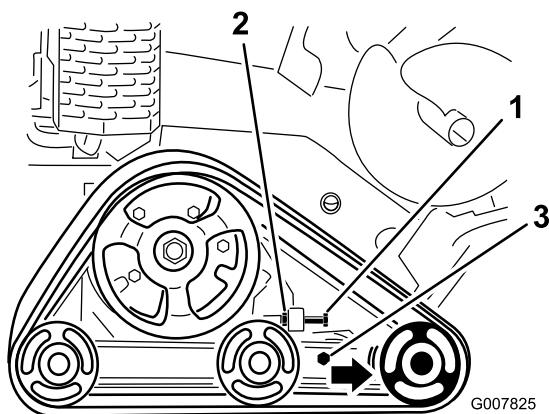

Figura 47
- Allentate il bullone di tensione e il controdado (Figura 47).
- Allentate i bulloni serrafile (Figura 47).
- Serrate il bullone di tensionamento a un valore compreso tra 32,5 e 40,7 Nm per stringere il cingolo (Figura 47).